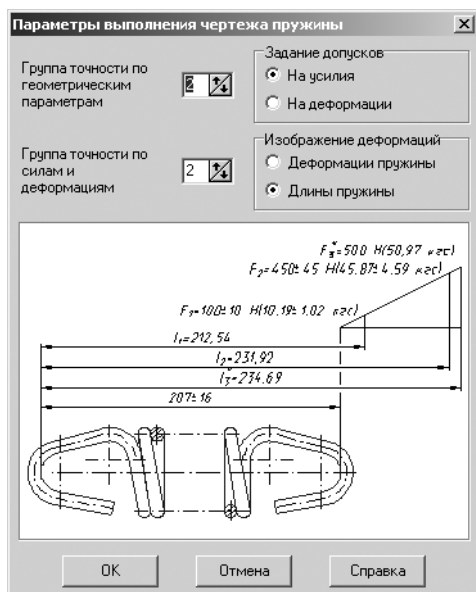

Рис. 4.28. Диалоговое окно Параметры выполнения чертежа пружины
- щелкните в диалоговом окне **Построение пружины растяжения** по кнопке **Параметры размеров и диаграммы**. Появится диалоговое окно **Параметры выполнения чертежа пружины**, см. рис. 4.28;